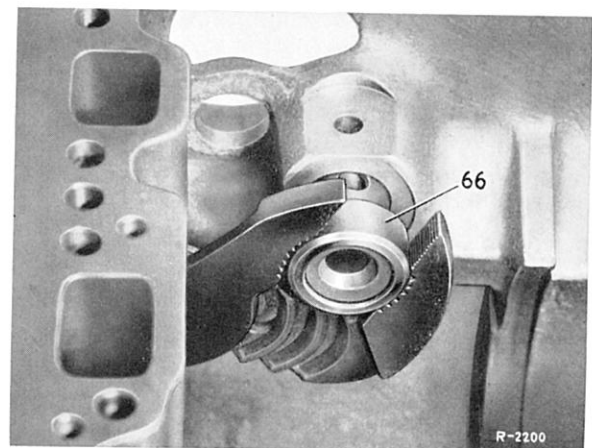

Bild 27-11/43
43 Widerlager (66) von Hand, eventuell mit einer geeigneten Zange, herausziehen (Bild 27-11/43).